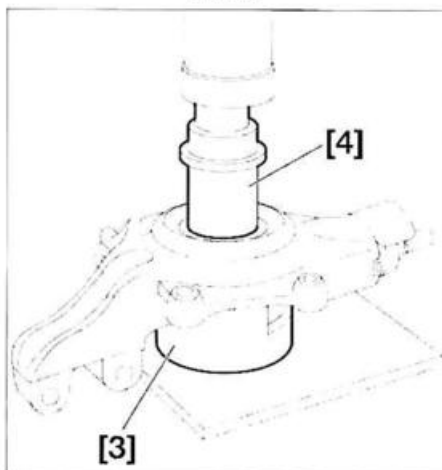

FIG. 22
- Reposicionar la pista interior (2) en su alojamiento.
- Poner el útil [4] (tuerca ref. 9501-T.C1) en contacto con la pista del rodamiento (fig. 22).
- Colocar el útil [3] (placa de apoyo del extractor de rodamiento ref. 0621.B).